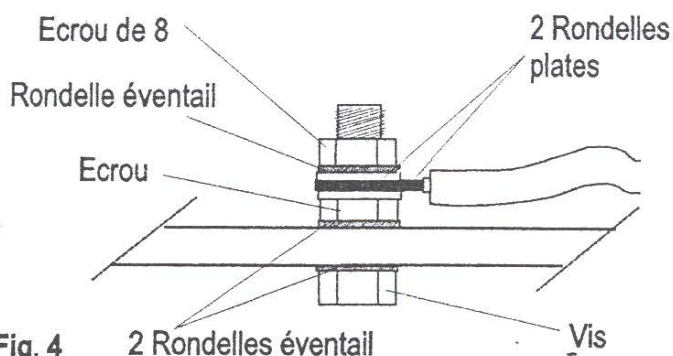
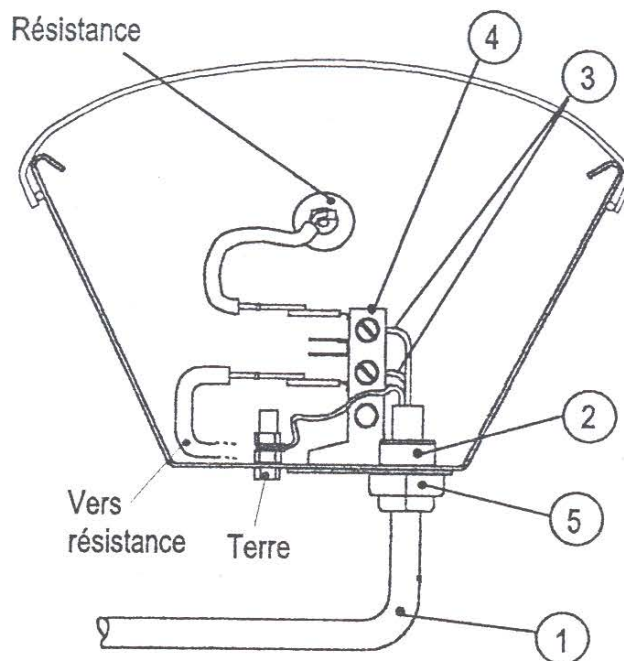

Fig. 4
Fig. 5
- Fig. 5 : Introduire le cordon d'alimentation 3 x 1.5 mm² (1) dans l'entrée de câble (2).
- Raccorder les fils (Fig. 5) au bornier et le fil de terre à la borne (Fig. 4) :
- Bloquer ensuite le cordon d'alimentation dans le passe-fil (5) en serrant la bague avec une clé de 17.